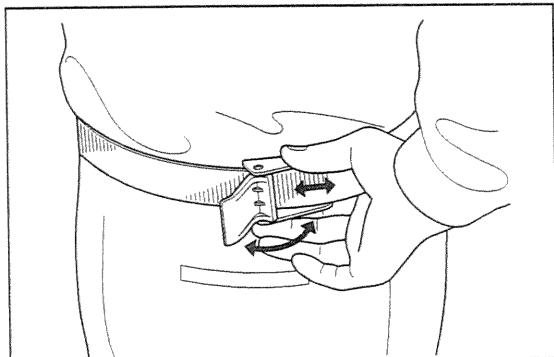

図 3.23
4. 腰ベルトを装着し、長さ調整を行います。（図 3.23 参照）